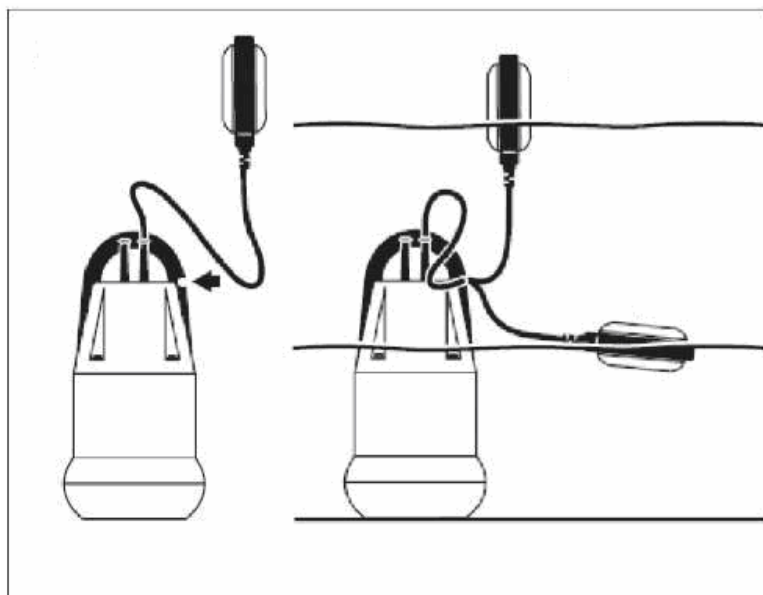

рис.3
6. Работа в автоматическом режиме (рис.3)